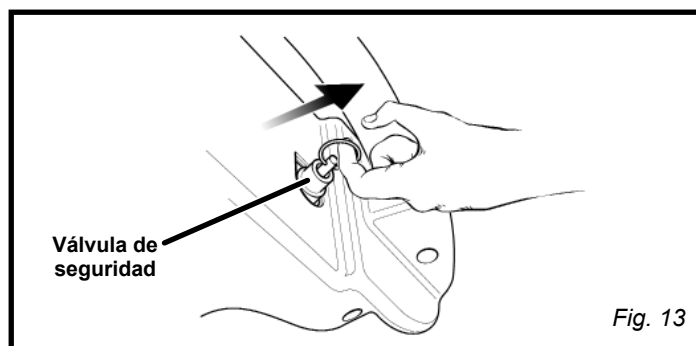

Fig. 13
- Tire del aro de la válvula de seguridad (Fig. 13) para soltar aire durante veinte segundos.